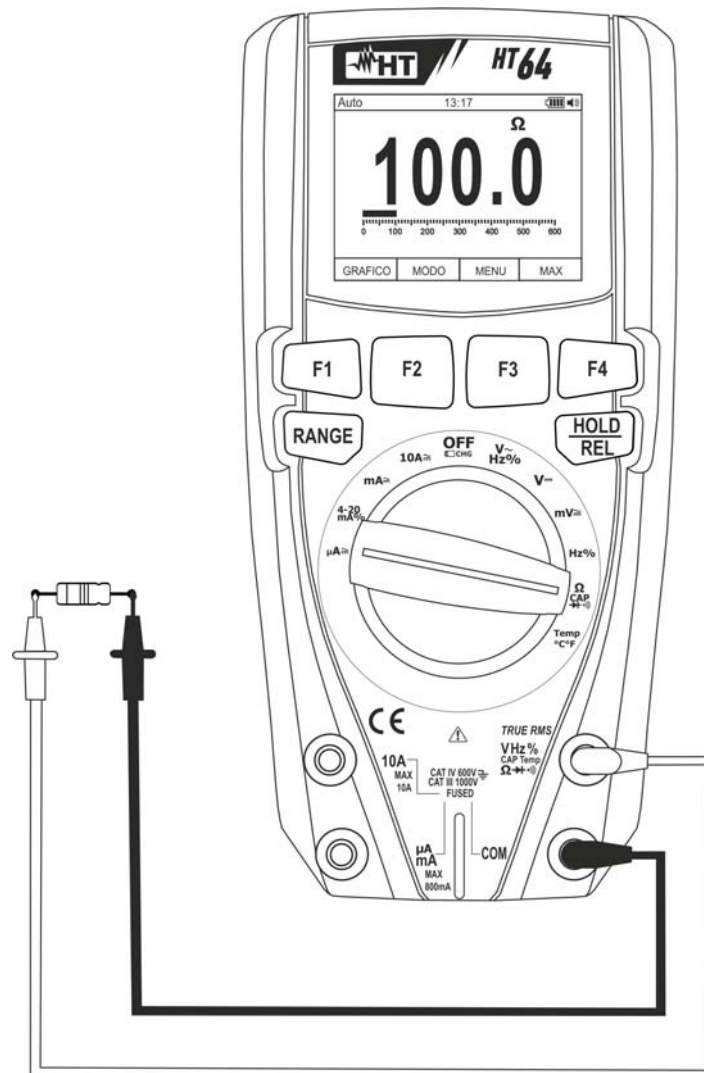

Fig. 25: Uso del instrumento para medida de Resistencia y Prueba de Continuidad
3. Posicione las puntas en los puntos deseados del circuito en examen (vea Fig. 25). El valor de la resistencia se muestra en pantalla